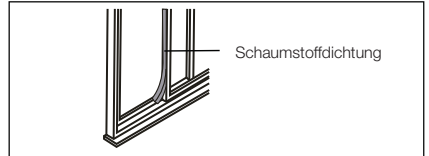

Abb. 21
- Schneiden Sie die Schaumstoffdichtung auf die erforderliche Länge zu, und dichten Sie den Spalt zwischen dem linken Schiebeteil und dem rechten Schiebeteil wie in Abb. 21 dargestellt ab.